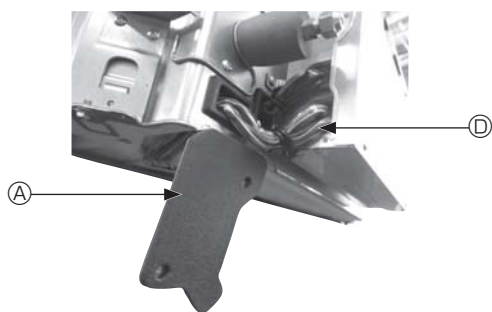

Fig. 5-4
- ① Снимите два винта, крепящих крышку проводов основного блока, а затем откройте крышку.
- ② Проложите провода датчика i-See и приемника сигнала в каналы для проводов в коробке электрических компонентов, как показано на схеме, и вокруг втулки на стороне основного блока. (Fig. 5-4)